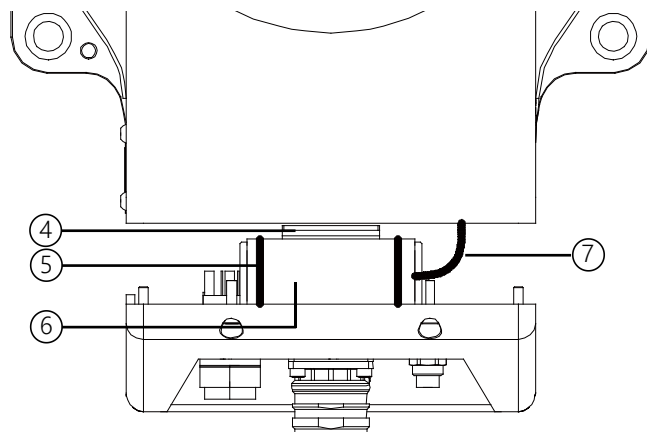

图 7-2 步骤 3
- ③ 步骤 3：底座后盖分离至如图 7-2 步骤 3 时，可观察到电池由两根尼龙扎带捆绑在电池固定架上，用偏口钳剪断尼龙扎带，将电池转接线上的接插件拔开后即可将电池拿出。